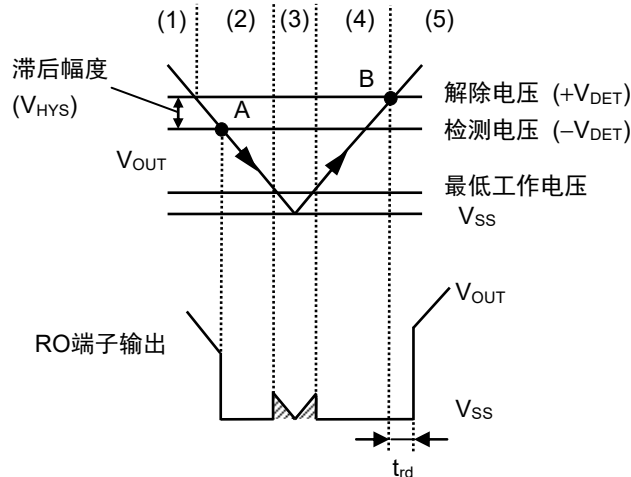

图34 检测器部分的时序图
- (1) 当稳压器的输出电压 (V_{OUT}) 大于或等于检测器的解除电压 ($+V_{DET}$) 时, N沟道晶体管 (N1, N2) 变为关, 向RO端子输出 "H"。此时, P沟道晶体管 (P1) 为开状态, 向比较器 (C1) 的输入电压为 $\frac{R_B \cdot V_{OUT}}{R_A + R_B}$ 。
- (2) 即使 V_{OUT} 降低到小于或等于 $+V_{DET}$ 时, 只要高于或等于检测电压 ($-V_{DET}$), 就能向RO端子输出 "H"。若 V_{OUT} 降低到小于或等于 $-V_{DET}$ (图34的A点) 时, 通过C1控制的N1变为开, C_{DLY} 被放电。同时, 由延迟电路控制的N2变为开, 向RO端子输出 "L"。此时, P1变为关, 向C1的输入电压为 $\frac{R_B \cdot V_{OUT}}{R_A + R_B + R_C}$ 。
- (3) 若 V_{OUT} 进一步下降到小于或等于最低工作电压时, RO端子的输出变得不稳定。若RO端子上被上拉时, 输出 "H"。
- (4) 若 V_{OUT} 上升到大于或等于最低工作电压时, 向RO端子输出 "L"。此外, 在 V_{OUT} 大于 $-V_{DET}$ 且小于 $+V_{DET}$ 的情况下, 输出为 "L"。
- (5) 再继续使 V_{OUT} 上升, 若上升到大于或等于 $+V_{DET}$ (图34的B点) 时, N1变为关, C_{DLY} 被充电。如 V_{DLY} 为阈值电压 (1.25 V (典型值)), 则由延迟电路控制的N2变为关, 向RO端子输出 "H"。